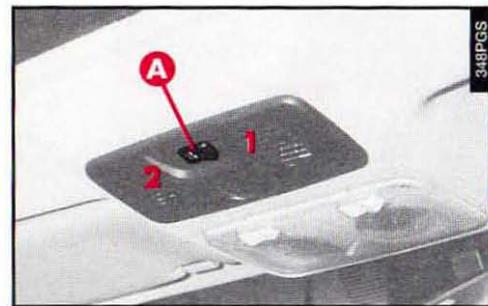

fig. 128
Lorsque la touche arrière (**A-fig. 128**) de commande sur l'extrémité (**1**) est pressée, le toit s'ouvre; en appuyant sur l'extrémité (**2**), il se ferme.
Ce soulèvement ne peut être obtenu que le toit complètement fermé, en appuyant sur l'extrémité (2) de la touche de commande (A-fig. 128).
Pour le retour du toit en position horizontale (fermeture totale), appuyer sur l'extrémité (1) de la touche (A-fig. 128).